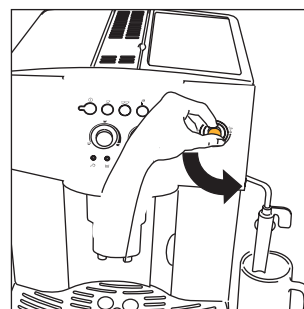

Fig.5
3. **ONMIDDELIJK DAARNA; NA MAXIMAAL 30 SECONDEN** de stoomknop helemaal tegen de wijzers van de klok draaien (fig. 5) (het is normaal dat het apparaat hier wat luidruchtig is).
- Draai de stoomknop een halve toer tegen de wijzers van de klok in (fig. 5): er drupt warm water uit het cappuccinomondstuk en in het onderliggend druipbakje.
- Draai de stoomknop gedurende enkele seconden volledig tegen de wijzers van de klok in om wat stoom of water af te geven (fig. 5). Op die manier elimineert het stoempijpje eventuele melkresten. **BELANGRIJK:** Om hygiënische redenen, is het raadzaam deze handeling altijd uit te voeren, om te voorkomen dat de melk stagneert in de leidingen van het cappuccinomondstuk.